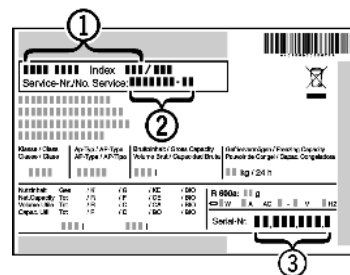

Fig. 52
- Прочетете от идентификационната табелка означението на уреда Fig. 52 (1), сервизния № Fig. 52 (2) и серийния № Fig. 52 (3). Идентификационната табелка се намира на лявата вътрешна стена на уреда.